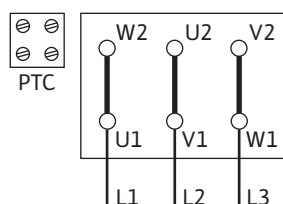
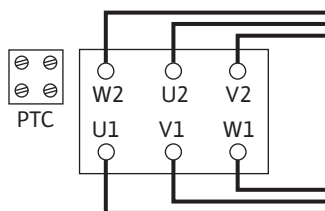

Fig. 5: Y-Δ-start
Fig. 6: Δ-kobling
- Nettilslutningen er afhængig af motoreffekten P2, netspændingen og tilkoblingstypen. Nødvendig tilkobling af forbindelsesbroerne i klemmeboksen fremgår af følgende tabeller samt Fig. 5 og Fig. 6.
Y-Δ-start (standard)	Fjern forbindelsesbroer (Fig. 5).
Start via blød start	Δ-tilkobling (Fig. 6)